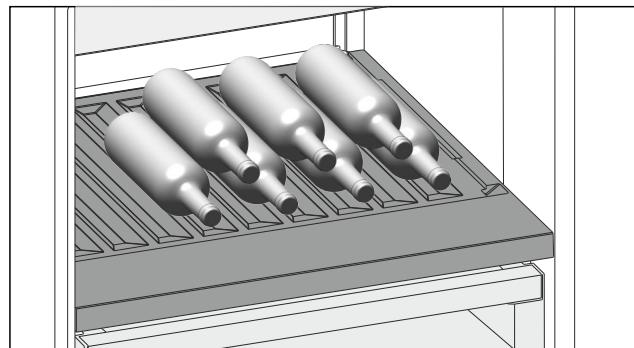

Fig. 125
- 将瓶底向后对着后壁放入瓶子。 (参见 Fig. 125)